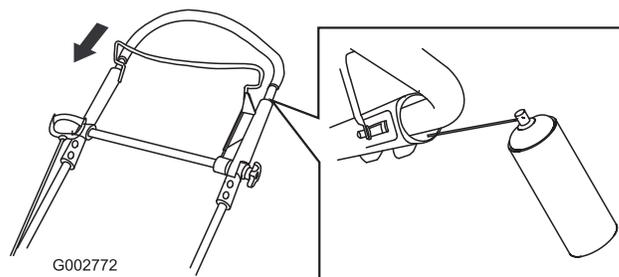

Figure 46
2. Abaissez complètement la partie supérieure du guidon et pulvérisez la surface en plastique intérieure de la poignée extérieure (Figure 46).